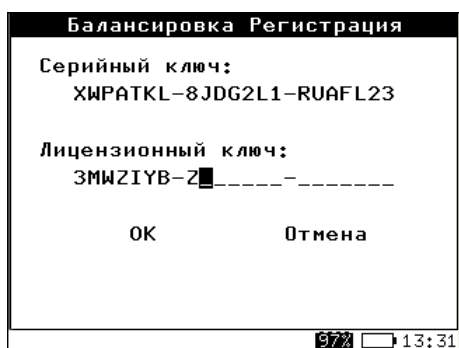

Рис. 241. Ввод лицензионного ключа
Для получения лицензионного ключа необходимо связаться с производителем виброанализатора STD-3300 - ООО «ТД «Технекон» по электронной почте sales@tehnekon.ru или по телефону +7(499) 744-60-16, указав при этом серийный ключ, отображаемый на экране (Рис. 241).